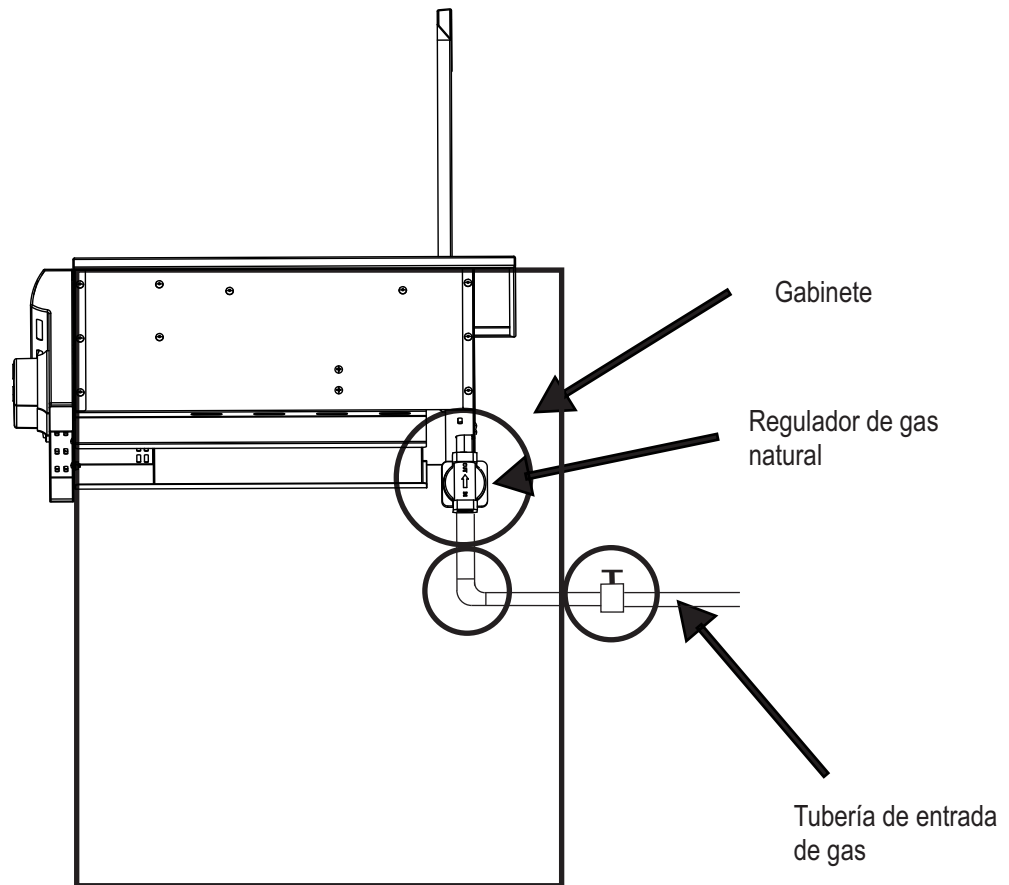

Figura 9 Vista lateral
3. Use una brocha para pintar limpia y una solución de agua jabonosa suave 50/50. Aplique la solución jabonosa en las áreas indicadas. (Vea la Figura 9).